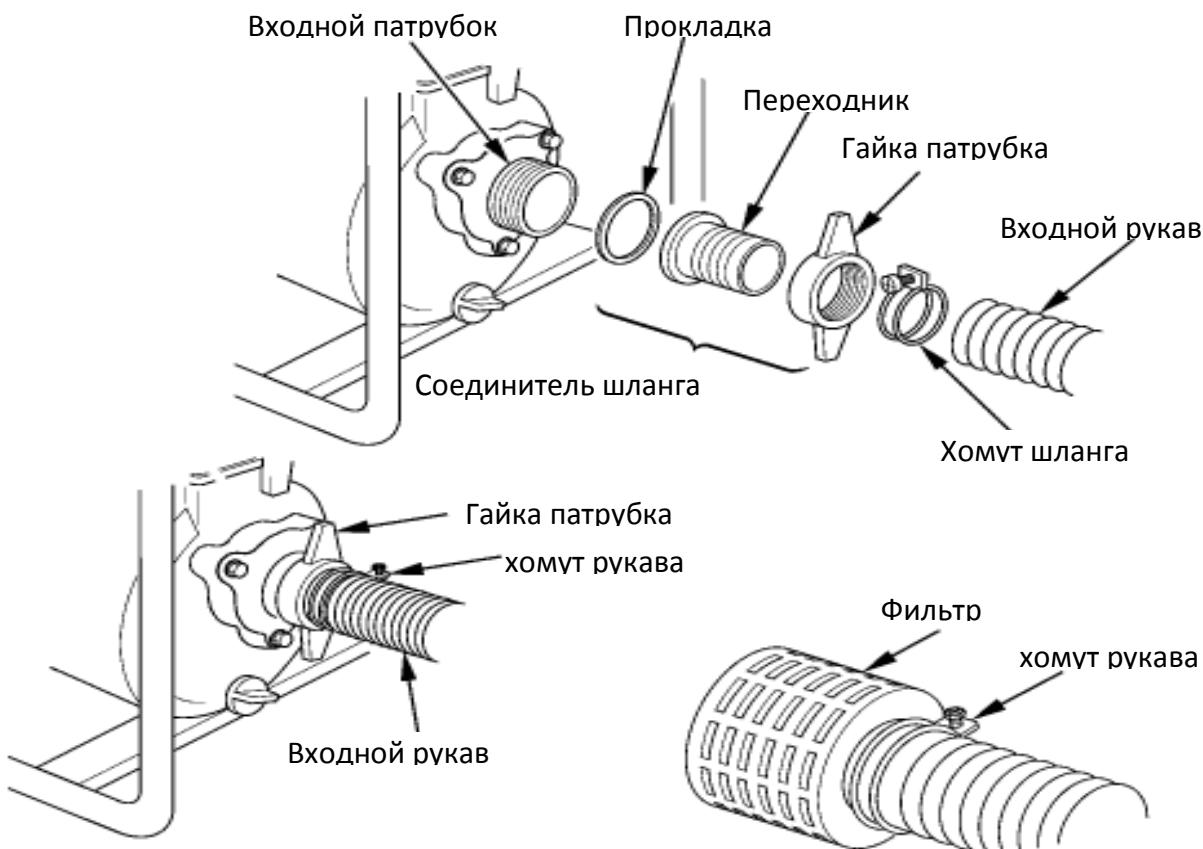

Рис.7
- Смонтировать детали всасывающего и подающего тракта, для этого используйте имеющиеся в продаже рукава, и штатные соединители и хомуты. Необходимо использовать несминаемые(гофрированные) рукава, исключающие «переламывание». Длина всасывающего рукава не должна превышать требуемую расчетную величину, так как от этого зависит максимальная эффективность работы насоса. Последовательность соединения показана на Рис.7